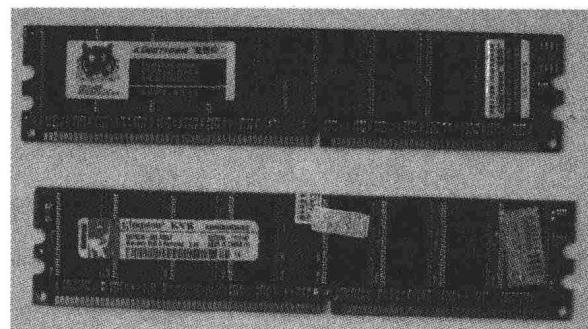

图 1-9 DDR 内存
(2) DDR (DIMM DDRAM) 内存：采用 184 引脚 DIMM 结构，金手指每面有 92 个引脚，如图 1-9 所示。金手指上只有一个卡口。